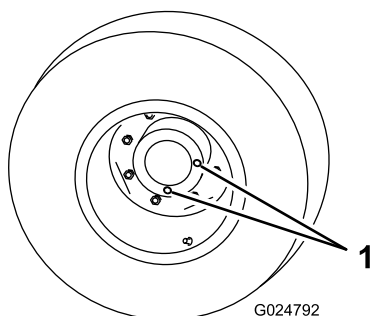

図 67
2. 点検/ドレンプラグが一番低い位置時計の 6 時の位置に来るように停止させる 図 67。